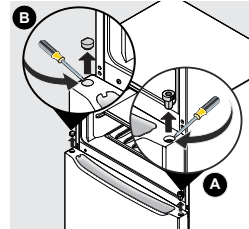

figure 6
12. Insérez l'axe de la charnière inférieure dans le trou gauche de la charnière inférieure gauche (voir figure 6).